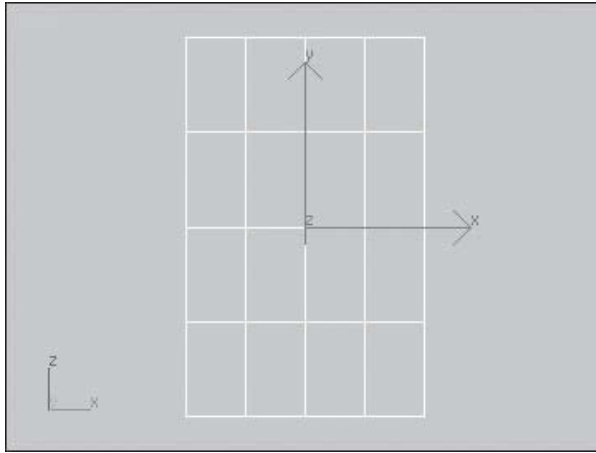

Fig.2.84
- 1 Créez une boîte avec 4 segments en longueur et largeur (fig.2.84).